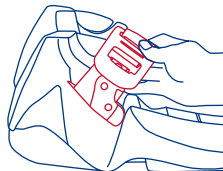

Fig. 44-1
1. Quite el Asiento de Seguridad de la base apretando la manija de liberación de la base ubicada en el centro de la punta de pie del Asiento de Seguridad y levantando hacia arriba el Asiento de Seguridad (See Fig. 25-1). **Guarde ambos conectores de SEGURO como se muestra en la Fig. 44-1.**
3. Retire los conectores **LATCH** de su posición de almacenamiento dentro de la base (Fig. 44-1). Coloque la Base en la posición orientada hacia atrás en un asiento orientado hacia adelante de un vehículo como se muestra en la Fig. 45-1. **El niño debe estar de cara hacia la parte trasera del vehículo y el Asiento de Seguridad debe estar colocado en un asiento de vehículo que esté orientado hacia el frente.**